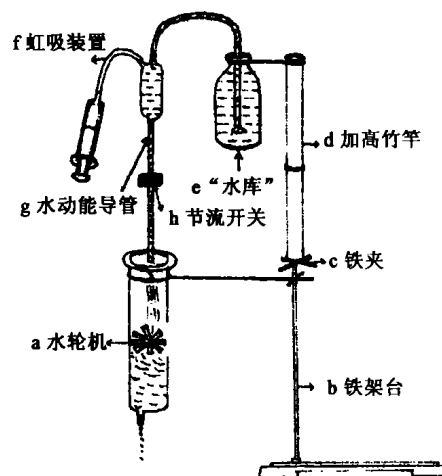

图 1 水轮机
取一个 50mL 的一次性塑料大注射器。抽出活塞,用钢锯和小刀在注射器外壳中部开口,开口的大小应能放得进小叶轮,并能让小叶轮在注射器中旋转自如。用易拉罐皮(或塑料片)制作一个小叶轮(或到玩具商店购买),并在圆心处打一小孔。用一枚缝衣针在注射器开口的下方正对打孔。将小叶轮放入开口注射器内,再将缝衣针从注射器一边的小孔穿入,过小叶轮轴心,再从注射器另一边小孔中穿出。调整灵活后将小叶轮轴心和缝衣针粘牢,也可以用小橡皮垫圈压紧(能让小叶轮和缝衣针一起转动),则水轮机就做成了,如图 1 中的 a 所示。
(2) 附件(图 1)